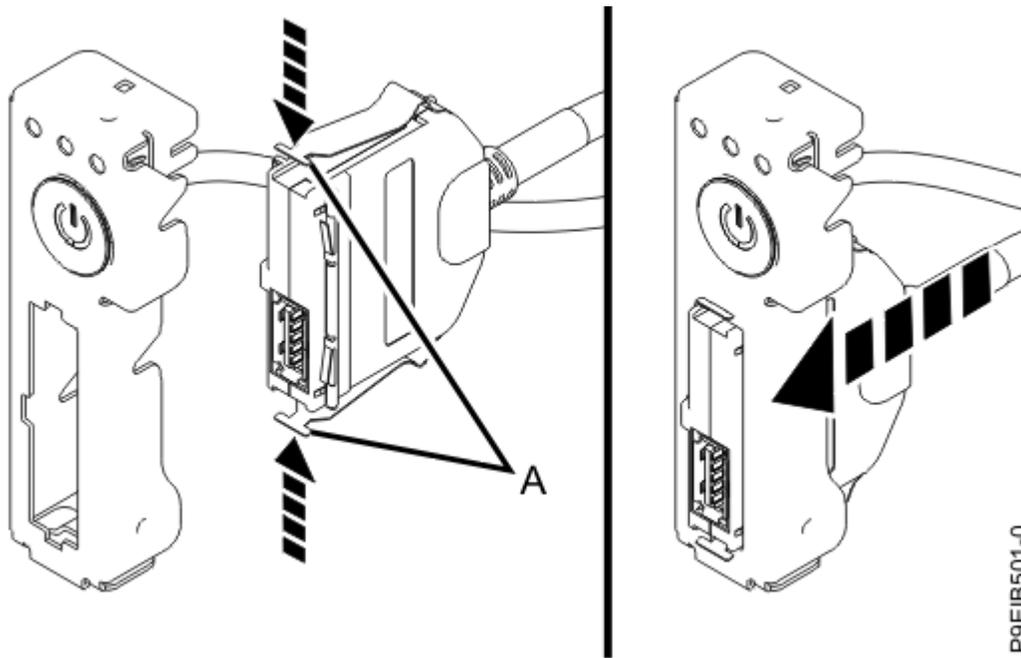

Figure 105. Raccordement du câble et connecteur USB à l'interrupteur d'alimentation
3. Tout en appuyant sur les languettes (**A**), raccordez l'ensemble câble et connecteur USB à l'interrupteur d'alimentation, comme illustré dans la Figure 105, à la page 130.